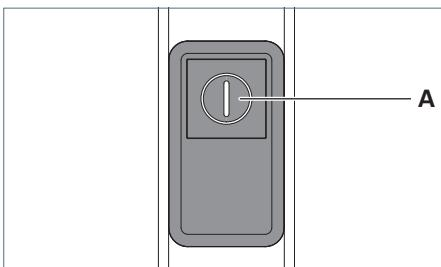

Fig. 27: Bedienelement.
- ▶ Drücken Sie die Taste **A** sieben Mal schnell hintereinander, siehe Fig. 27. Die Taste **C** hört auf zu blinken und geht aus.
- ▶ Drücken Sie die Taste **A**, siehe Fig. 27 oder
- ▶ Drücken Sie die Taste **A**, siehe Fig. 27. oder
- ▶ Drücken Sie die Taste **A** und halten Sie diese Taste gedrückt, siehe Fig. 27. oder